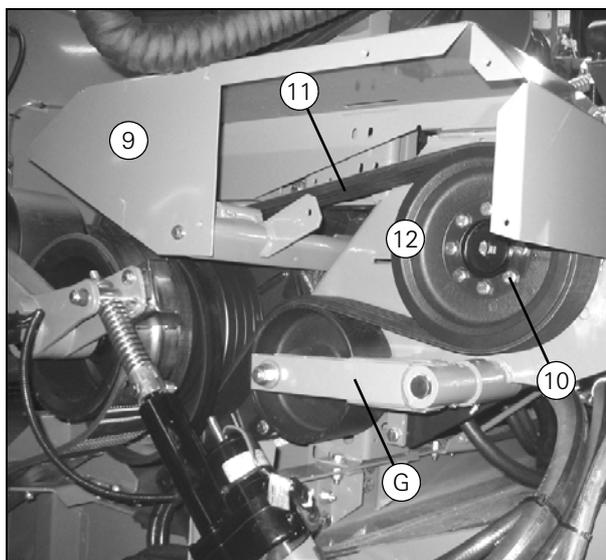

Рисунок 31
17. При помощи крана или другого подъемного оборудования поднимите заднюю часть двигателя, чтобы разгрузить опору двигателя (E).
20. Снимите кронштейн в сборе с натяжителем ремня (G) (Рис. 31).